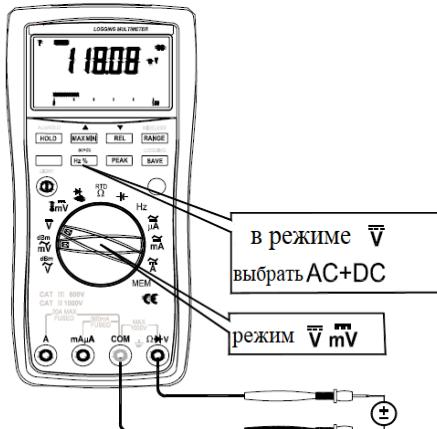

Рис. 14 Режим DCV (пост. напряжение)
- Измерительные провода соединить со входными гнездами: COM/черный и “ $\Omega\text{V}$ ”/красный (рис.14).